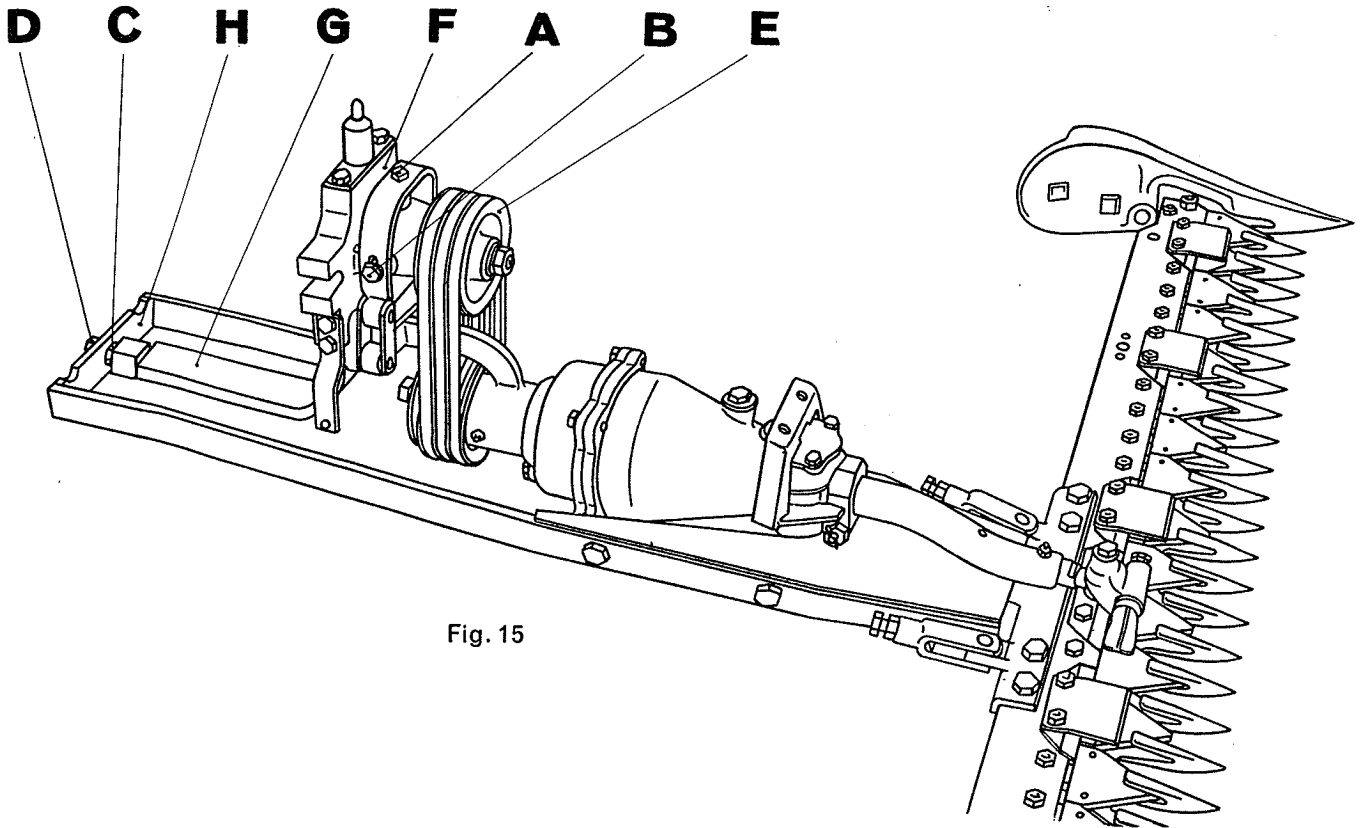

Fig. 15
14. Auswechseln der Keilriemen (Fig. 15)
14. Echange des courroies trapézoïdales (fig. 15)
14. Sostituzione delle cinghie trapezoidali (fig. 15)